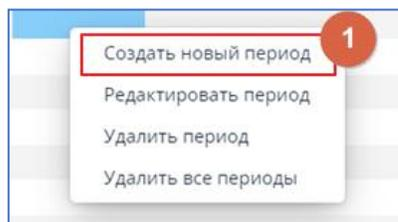

рис. 16.4. Новый период планирования графика ремонтов
- выбрать **Создать новый период** (см. рис. 16.4.);